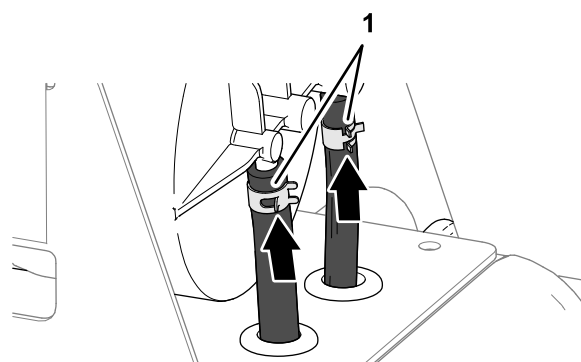

Figure 86
4. Fixez les flexibles sur les raccords avec les colliers (Figure 86).